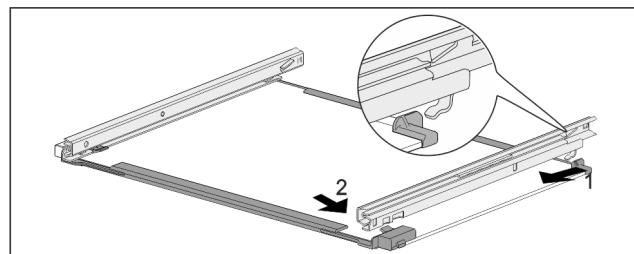

Fig. 173 Скляна пластина з рейками
- Зачепити рейку ззаду. Fig. 173 (1)
- Зафіксуйте рейку спереду. Fig. 173 (2)